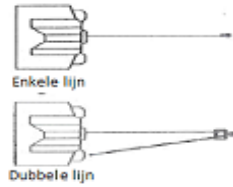

Figure 1
2. **Overbelast de lier niet. Voor ladingen zwaarder dan 1000Lbs/454 Kg. raden wij onze optionele katrol blok om de kabel te verdubbelen. (fig. 1)**